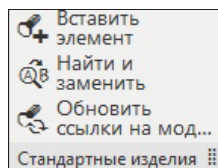

Рис. 25.14. Панель инструментов Стандартные изделия
- ♦ Панель инструментов **Стандартные изделия** (рис. 25.14) — содержит команды для вставки стандартных изделий в сборку. Более подробно см. *урок 30*.